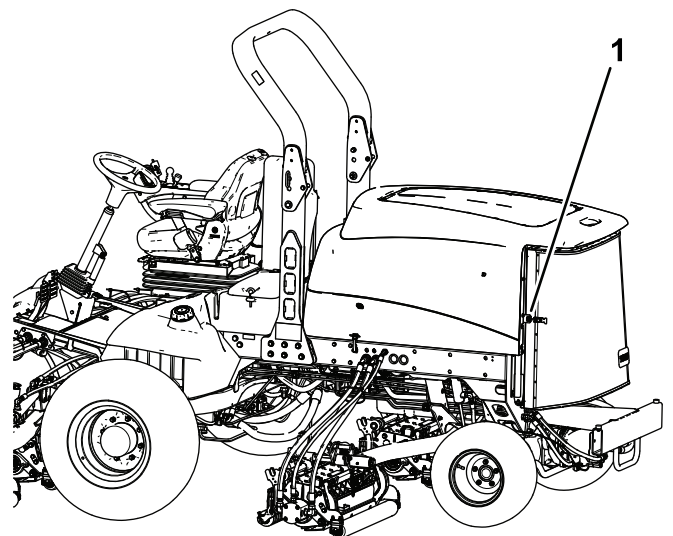

Figura 102
2. Destranque e abra o painel traseiro (Figura 102).